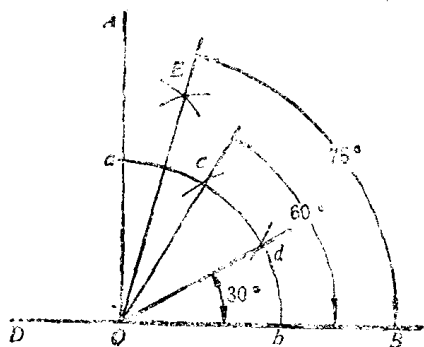

图 2-16 划角度线
2) 划30°、60°、75°、120°线 先作直角线，后以直角的顶点 O 为圆心，适当的长为半径划圆弧，交直角线于 a 、 b ，再分别以 a 、 b 为圆心，以原 R 为半径划弧，与弧 ab 相交于 c 和 d 点。连接 Oc 、 Od ，即得60°、30°角，平分 $\angle AOC$ 得 $\angle AOE$ 为15°， $\angle BOE$ 为75°，延长 BO ，则得 $\angle DOC$ 为120°（见图2-16）。
(4) 圆弧连接的划法